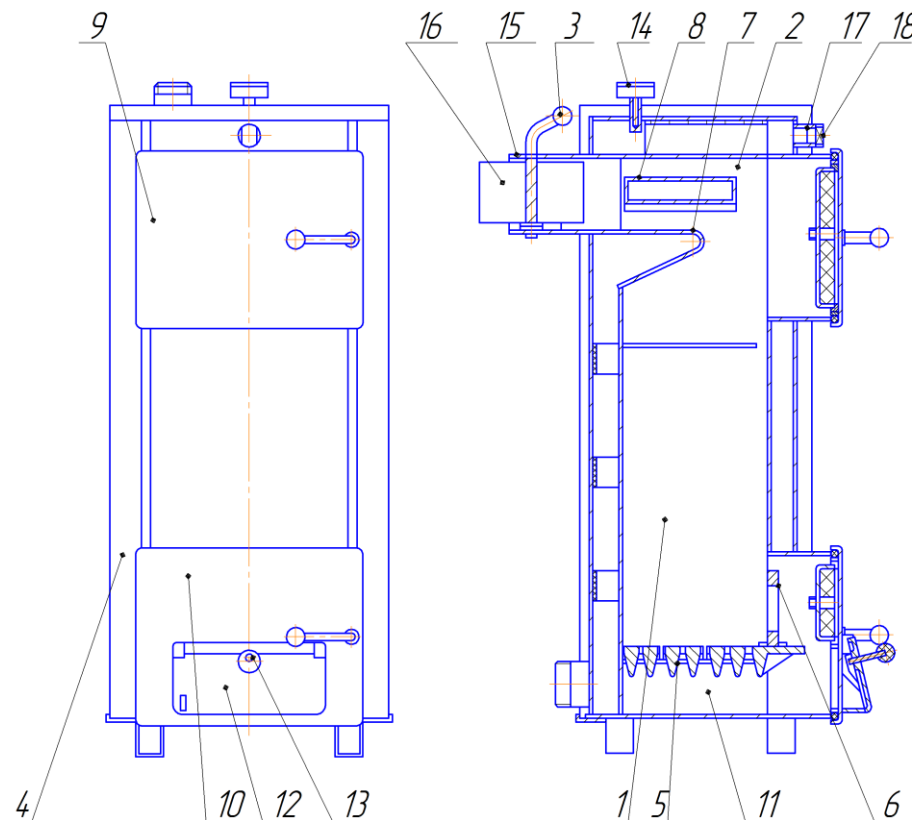

Рисунок 5.1 - Устройство котла для работы на твердом топливе.
5.1 Котёл отопительный водогрейный стальной (рисунок 5.1) представляет собой сварную конструкцию прямоугольной формы, состоящую из топки 1, конвективного газохода 2 и кожуха 4. В нижней части топки устанавливают колосники 5 с шуровочным щитком 6. Для более полного омытия поверхности нагрева продуктами сгорания задняя стенка топки в верхней части выполнена в виде теплопоглощающего козырька 7.
1) снимается нижняя дверца котла 10 и вынимаются из топки колосники 5 и шуровочный щиток 6 (см. рисунок 5.1);
вместо заглушки на штуцер 17 (рисунок 5.1). Штуцер имеет внутреннюю резьбу G3/4 и может быть расположен в боковой стенке котла. Для присоединения нижней части цепочки регулятора тяги в регулировочной дверце 12 предусмотрена пластина с отверстием. Устанавливать и эксплуатировать регулятор тяги необходимо после внимательного изучения руководства по эксплуатации (инструкции) данного регулятора.